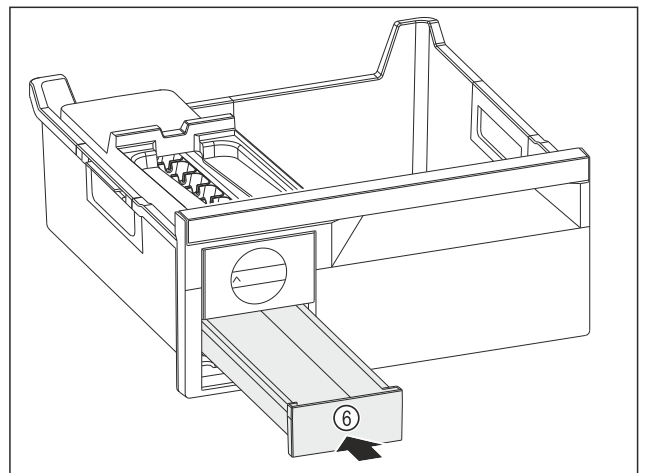

Fig. 135
- ▶ Spingere verso l'interno il cassetto del ghiaccio Fig. 135 (6).